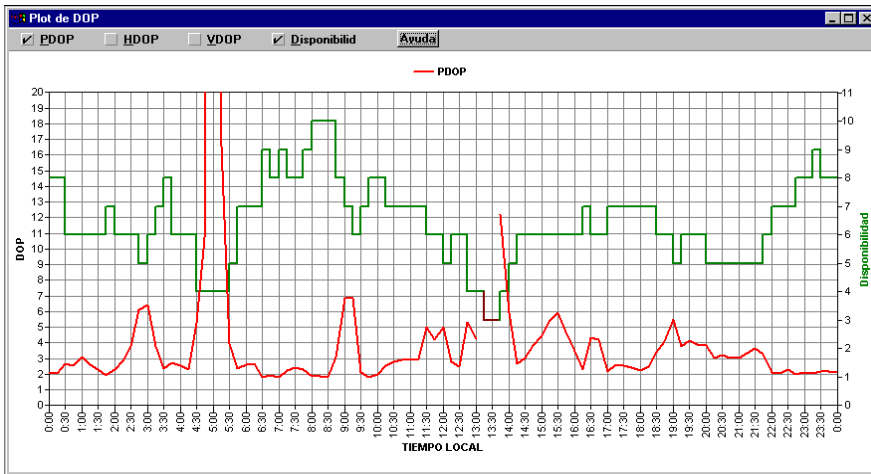

Figura A.9. Gráfico DOP
2. La ventana **Gráfico DOP** se abre para la estación seleccionada, la fecha seleccionada y la ventana de tiempo seleccionada (Figura A.9).